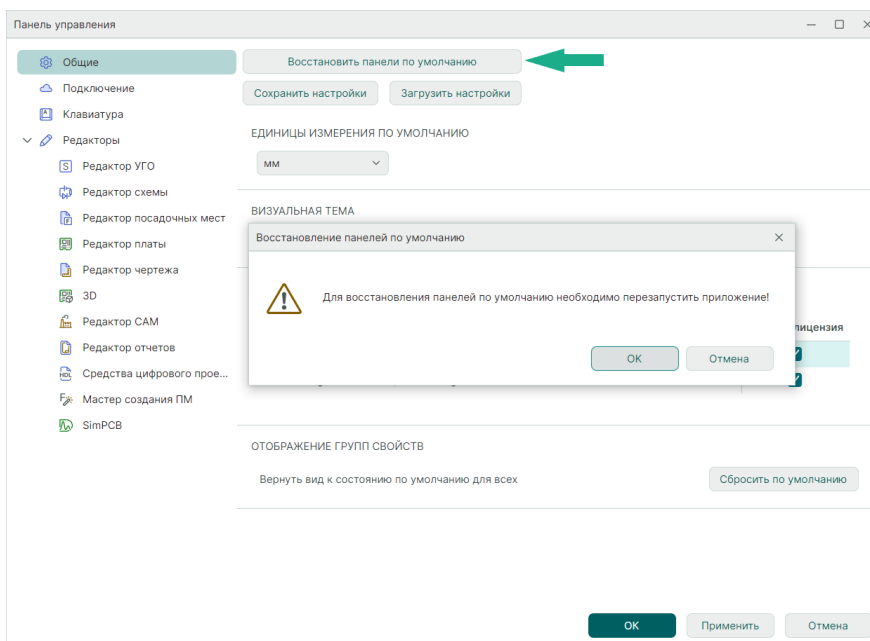

Рис. 85 Восстановление отображения панелей по умолчанию
1. Нажмите кнопку «Восстановить панели по умолчанию», см. Рис. 85.